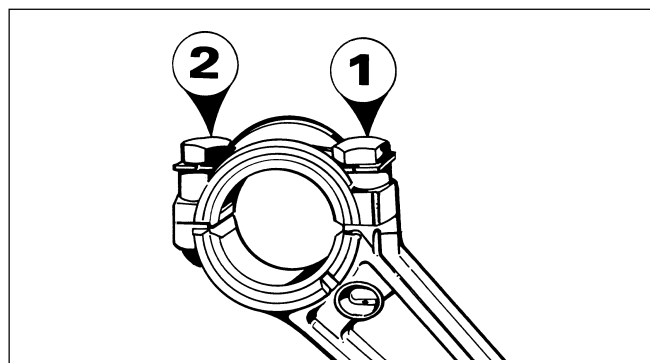

Fig. 20
- Fixer les vis avec la plaquette de blocage déjà montée (voir Fig. 20).